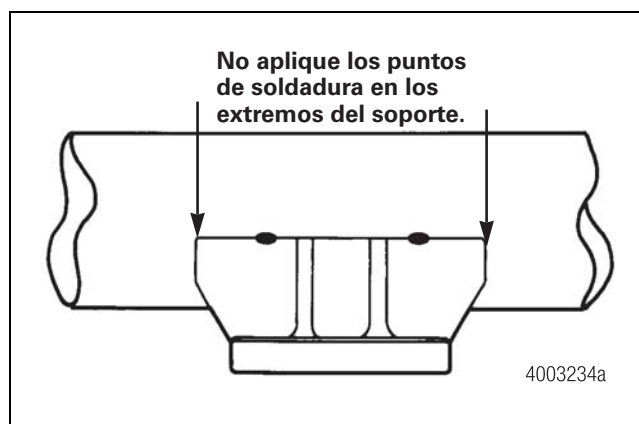

Figura 7.4
- No aplique los puntos de soldadura en los extremos del soporte. Preferiblemente, colóquelas hacia el centro de los soportes. Figura 7.4.